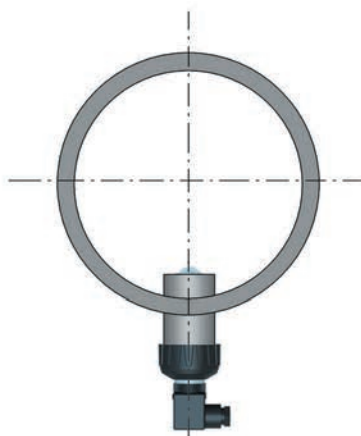
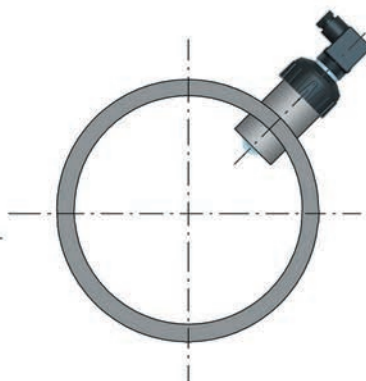

Fig. 1
Fig. 3
- Le tre installazioni mostrate in Fig. 3 devono essere evitate, a meno che non esista la certezza assoluta che il sensore non venga a contatto con bolle d'aria.
In un tubo che corre orizzontale, la posizione di montaggio per ottenere un rendimento ottimale deve formare un angolo di 45° (Fig. 3) per evitare la formazione di bolle d'aria e sedimenti. La posizione verticale (Fig. 2) può essere scelta nel caso in cui non siano presenti bolle d'aria. Non montare il sensore sul fondo del tubo (Fig. 1) se esiste la probabilità di formazione di sedimenti. Non montare i sensori a rotore a 90° , altrimenti l'attrito può inficiare la validità delle misure. Ad eccezione dell'ultima considerazione circa l'installazione a 90° , tutte le precedenti considerazioni sono valide anche per i sensori con misuratore elettromagnetico. Per un orientamento ottimale, installare un tratto verticale del tubo. Per accertarsi che il tubo sia pieno, è preferibile che il flusso sia diretto verso l'alto.